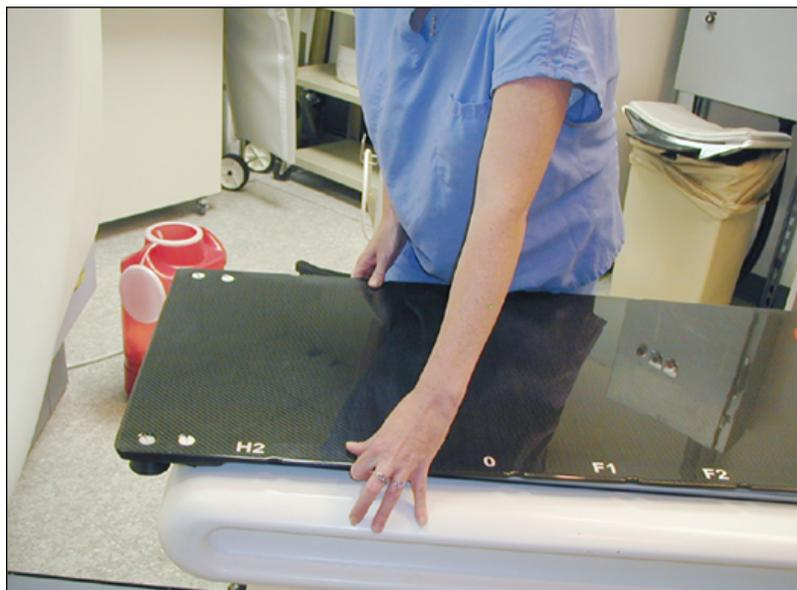

图 51
4. 将 CT 覆盖罩固定到 Canon CT 床板上,使 CT 插板的头端位于最终位置前部 3 英寸处并定位于 Canon CT 床板的中心(图 51)。